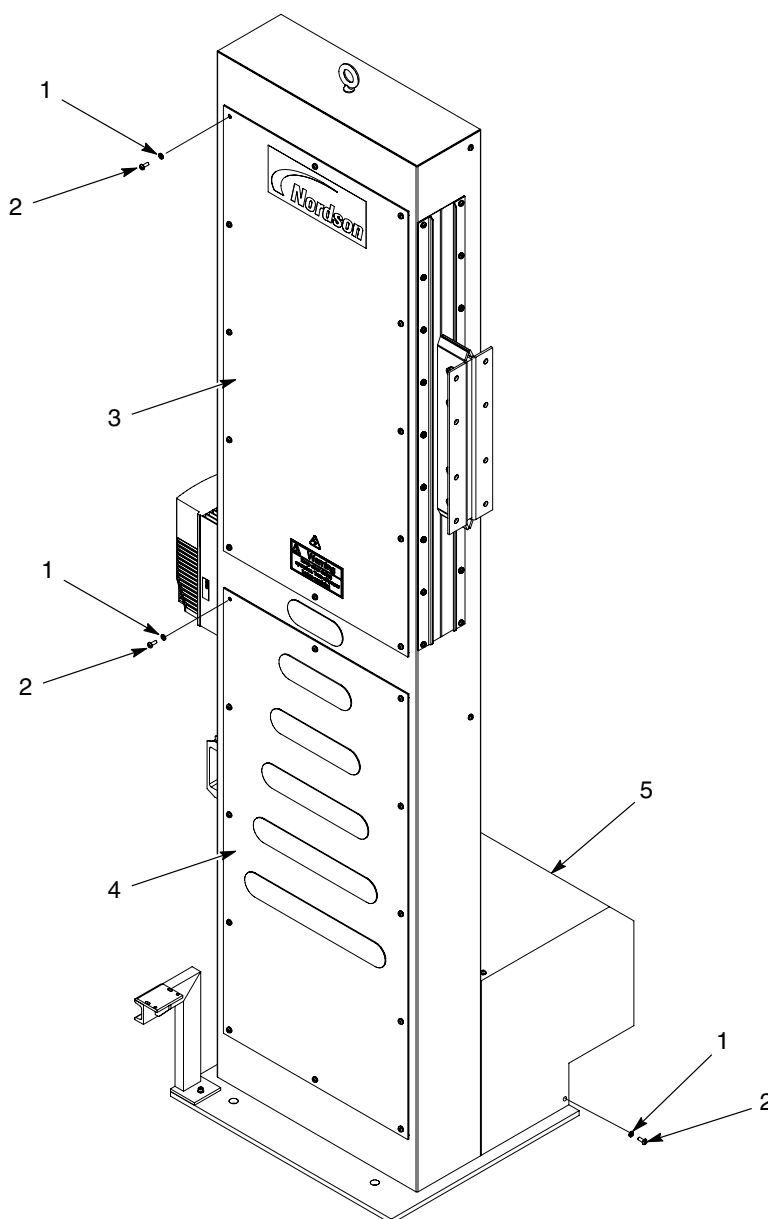

Abb. 11 Abdeckungen entfernen
1. Siehe Abbildung 11. Um Zugang zu einer Komponente des Oszillationshubwerks zu erhalten, die Schrauben (2) und Sicherungsscheiben (1) vom entsprechenden Abdeckblech (3, 4) bzw. von der Abdeckung des Getriebemotors (5) entfernen.